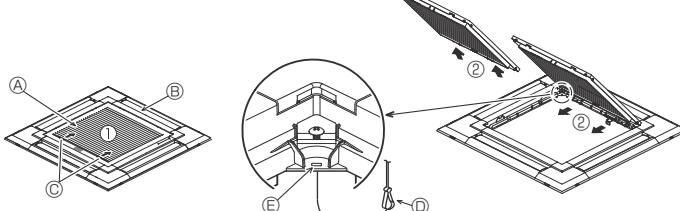
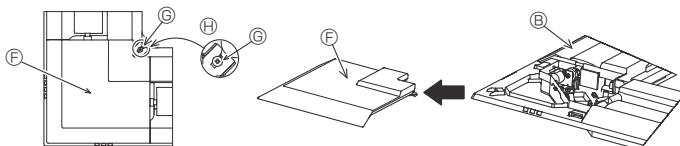

Fig. 6-3
Fig. 6-4
6.2.1. Extracción de la rejilla de admisión (Fig. 6-3)
- Deslice las palancas en la dirección indicada mediante la flecha ① para abrir la rejilla de admisión.
- Con la rejilla de admisión en posición "abierta", extraiga la bisagra de la rejilla de admisión de la rejilla tal y como se indica mediante la flecha ②.
6.2.2. Extracción del panel angular (Fig. 6-4)
- Extraiga el tornillo de la esquina del panel angular. Deslice los paneles angulares indicados por la flecha ① para extraer este panel.
[Fig. 6-3] [Fig. 6-4]